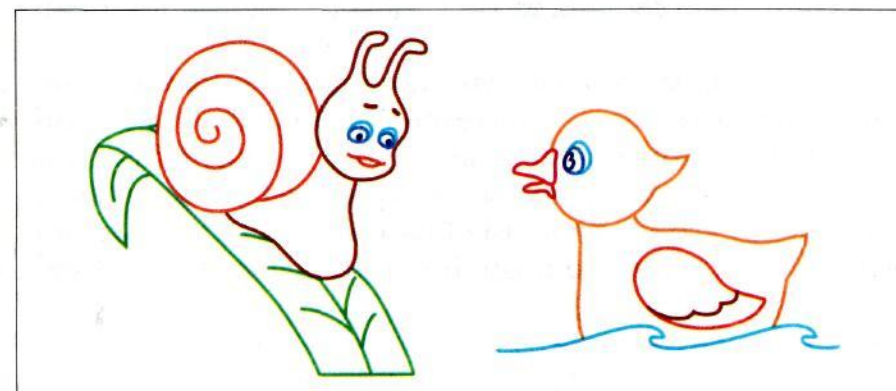

Рис. 74. Рисунки для вышивания
1. Переведи на кальку, а затем на ткань один из предложенных рисунков для вышивания (рис. 74).